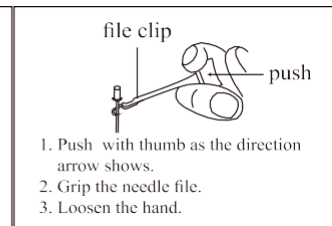

Abbildung 20
4.2.5 Befestigen Sie die Feile mit einer Feilenklemme und nähern Sie sich dem Apex. Wenn der Abstand weniger als 2 mm beträgt, ertönt ein kontinuierlicher Alarm [Abbildung 20].